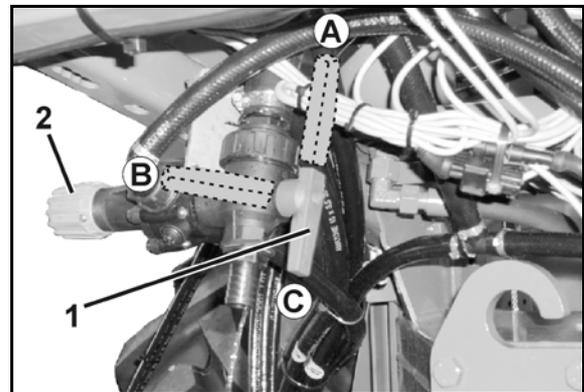

図 123
- 圧力循環システム切り替え栓 (図 123/1)。
- DUS 圧力解放バルブ (図 123/2)。圧力循環システム圧力解放バルブは工場において常時設定されており、圧力循環システム内の圧力を 1 bar に低減します。
- 圧力循環システム切り替え栓を (図 123/A) の位置にすると、圧力循環システムは ON になります。
- 圧力循環システム切り替え栓を (図 123/B) の位置にすると、圧力循環システムは OFF になります。
- 圧力循環システム切り替え栓を (図 123/C) の位置にすると、スプレーヤーから液体を排出することができます。